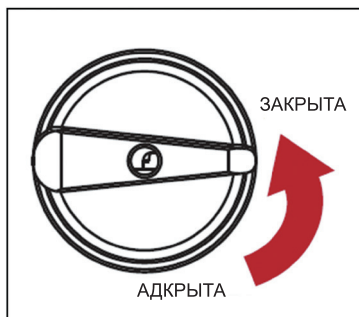

Рис. 17
2. Закрыйце паліўны кран (становішча «ЗАКРЫТАЕ») (рис. 17).